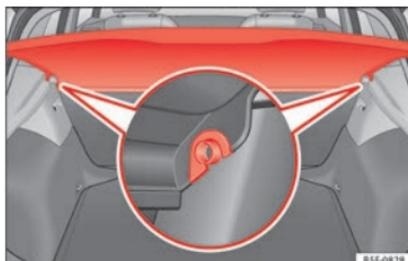

Fig. 160 Nel bagagliaio: smontare e montare il ripiano.
- Togliere il pianale dai supporti laterali »» **fig. 160** tirandolo verso l'alto ed estrarlo.
- Inserire la copertura in modo orizzontale facendo coincidere la "mezzaluna" sull'asse dei supporti »» **fig. 160** e premendo verso il basso fino a far scattare l'innesto.